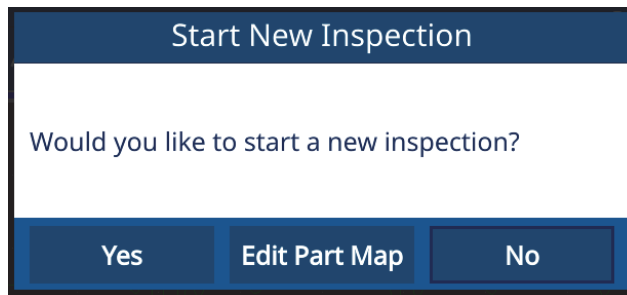

Figura 6-6 Inizio di una nuova ispezione
2. Selezionare **Yes** (sì) dalla schermata popup **Start New Inspection** (iniziare nuova ispezione) [vedi Figura 6-6 a pagina 61].